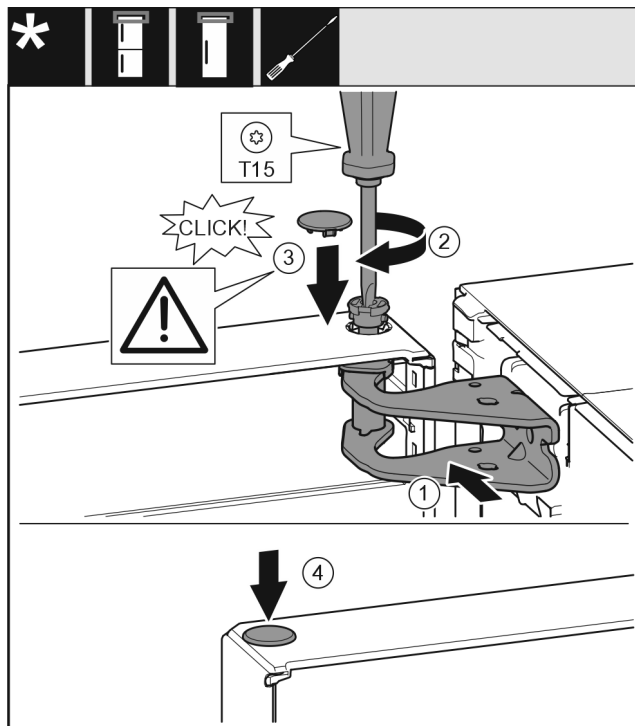

Fig. 20
- ▶ Allineare la porta in alto all'apertura nel blocco di supporto. Fig. 20 (1)
- ▶ Inserire i perni e serrare con il cacciavite T15. Fig. 20 (2)
- ▶ Montare la copertura di protezione della porta: inserire la copertura di protezione e controllare se appoggia sulla porta. Altrimenti inserire completamente il perno. Fig. 20 (3)
- ▶ Inserire i tappi. Fig. 20 (4)